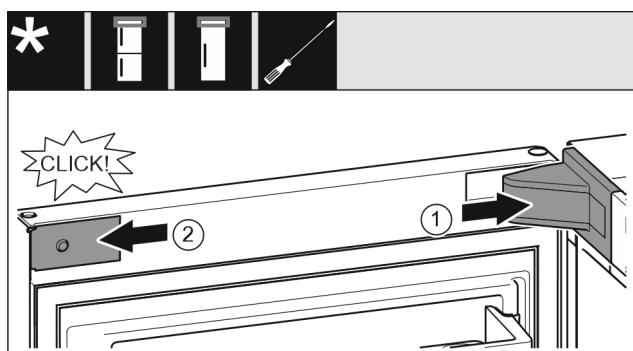

Fig. 24
- Namestite pokrov ležajnega podstavka Fig. 24 (1) in ga zaskočite, po potrebi ga previdno potisnite narazen.
- Namestite zaslonko Fig. 24 (2) in jo zataknite.